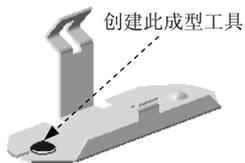

图 4.4.27 创建成型工具特征 2
Step3. 创建图 4.4.27 所示的成型工具特征 2。
(1) 单击任务窗格中的“设计库”按钮，打开“设计库”对话框。